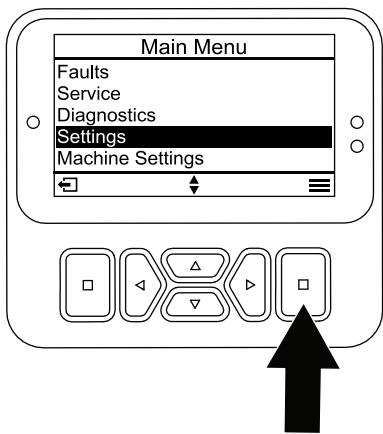

Figura 25
1. En MENÚ PRINCIPAL, vaya al menú AJUSTES y pulse el botón Seleccionar (Figura 25).